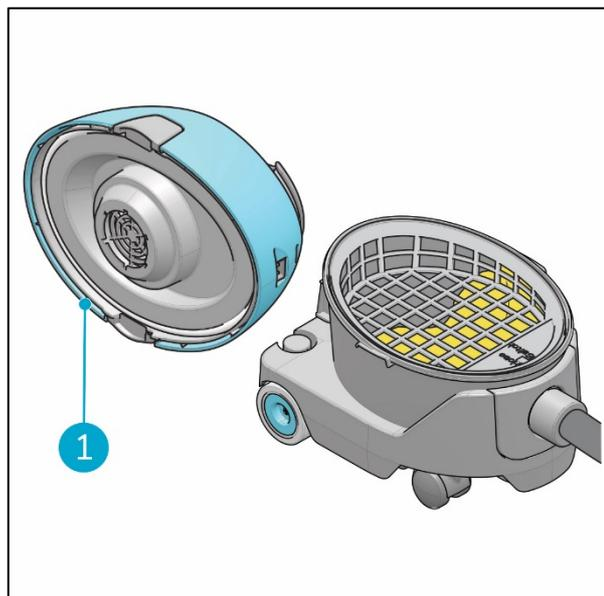

Abbildung 9
5. Platzieren Sie den Deckel auf einer ebenen Fläche (Abbildung 9, Pos. 1).